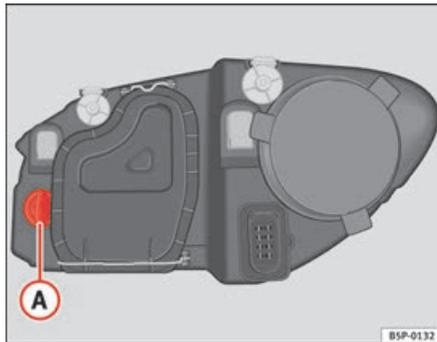

Fig. 187 Lampe du feu clignotant
- Tournez le porte-lampes ⇒ fig. 187 **A** vers la gauche puis tirez.